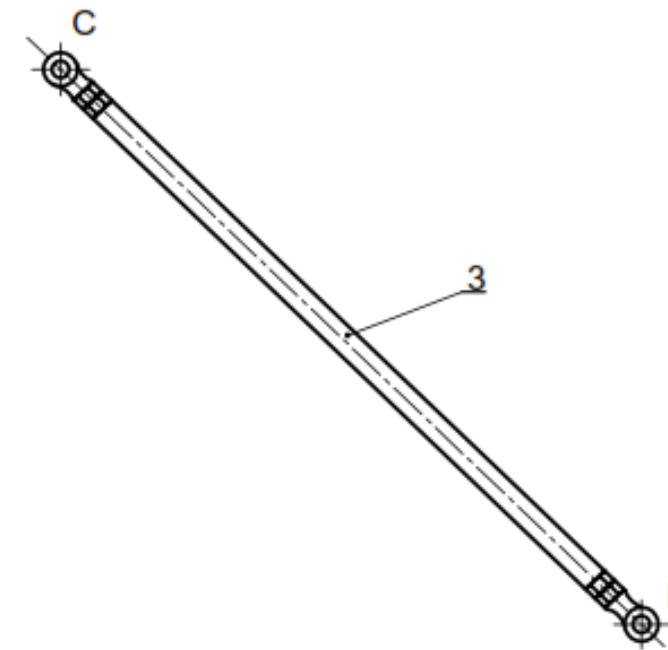

Figure 2
3.1. Isoler la bielle **3**, faire le bilan des actions mécaniques et conclure (figure 2).